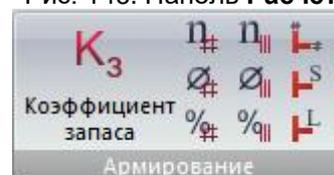

Рис. 147. Панель **Армирование**
- **Армирование** (рис.147) – графическое отображение результатов проверки прочности кладки и подбора арматуры в элементах из кладки, а также характеристик расчетных групп прстенков.
Панель **Армирование** (рис.147) содержит следующие команды: